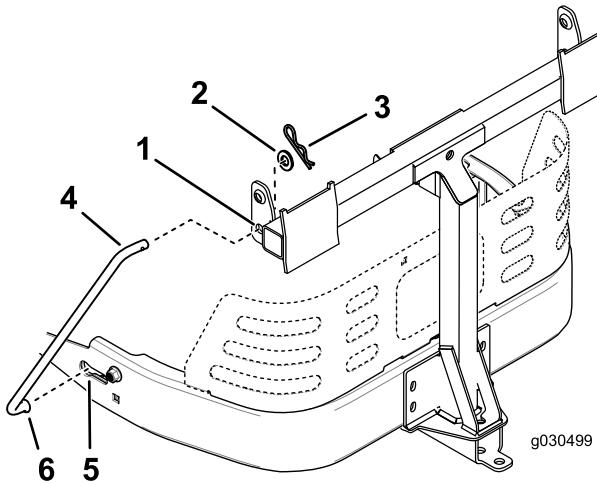

Figura 18
4. Installate un'estremità curva e svasata di un'asta nella scanalatura sagomata presente sul lato sinistro del telaio della macchina e spostate l'asta indietro per inserirla in posizione nel telaio (Figura 18).
5. Inserite le estremità curve dell'asta nel supporto dell'attrezzo come illustrato nella **Figura 18** e fissate l'estremità di ciascuna asta con una rondella e una coppiglia.